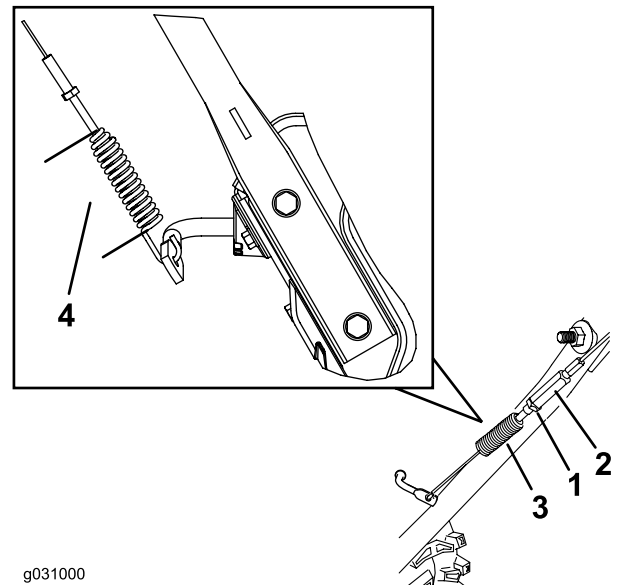

Figure 40
3. Desserrez ou serrez le tendeur pour régler la longueur du ressort à 7 cm (Figure 40).
4. Serrez le contre-écrou (Figure 40) en vérifiant que le câble est légèrement tendu.